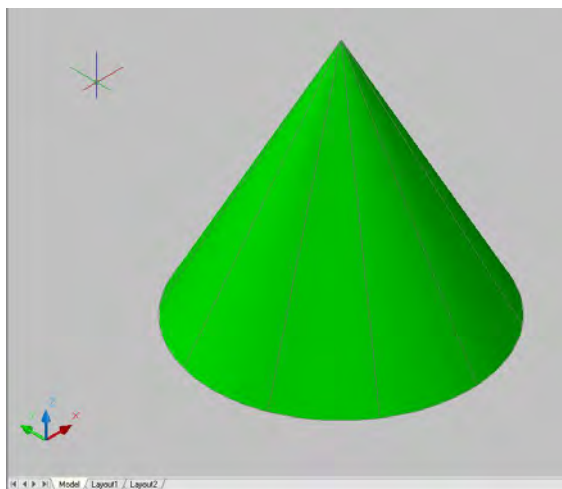

Рис. 2.7. Формирование конуса
**КОНУС.** Команда CONE формирует твердотельный конус (рис. 2.7), основание которого (окружность или эллипс) лежит в плоскости  $XY$  текущей системы координат, а вершина располагается по оси  $Z$ .